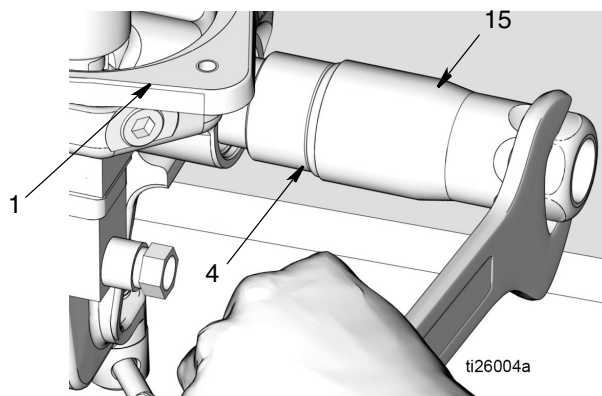

FIG. 25
e. Mettre les joints toriques (7, 41) et l'écrou (5) au rebut en respectant les réglementations concernées.
17. Déposer le clapet anti-retour de sortie (15) de la base de la pompe (1) (FIG. 25). Enlever le joint torique (4) du clapet anti-retour. Mettre le joint torique au rebut en respectant toutes les réglementations concernées.